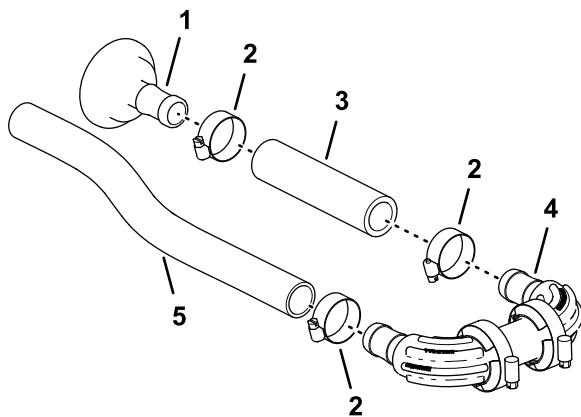

Figura 90
1. Conecte la manguera (1" x $5\frac{3}{4}$ ") en el acoplamiento dentado recto (1" x 2") con una abrazadera ($\frac{3}{4}$ " a $1\frac{1}{2}$ "), y apriete la abrazadera a mano (Figura 90).
2. Conecte el otro extremo de la manguera (1" x 5¾") en el acoplamiento dentado del distribuidor con una abrazadera, según se muestra en Figura 90, y apriete la abrazadera a mano.
3. Conecte la manguera (1" x 16") al otro acoplamiento dentado del distribuidor con una abrazadera, y apriete la abrazadera a mano (Figura 90).